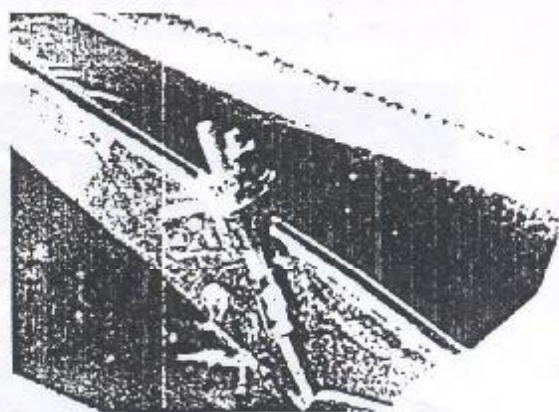

Figura 0.05.13 - Porcas de ajuste do freio de estacionamento
2. Remover a capa e regular a alavanca, através das porcas (Figura 0.05.13). Com a alavanca posicionada no 1º dente as rodas deverão girar com um pequeno arrasto.